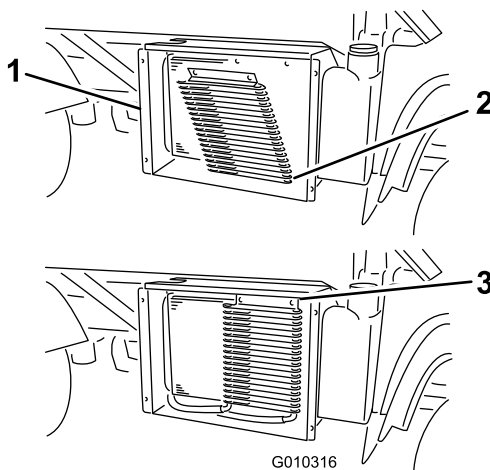

Figura 58
3. Se presenti, ruotate i fermi e spostate il refrigeratore dell'olio dal radiatore (Figura 58).